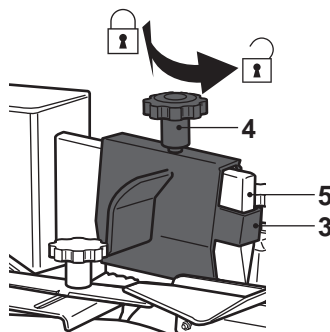

Fig. 8
- > Alignez le trou de l'adaptateur avec le trou en haut du coin, et verrouillez-le avec la poignée de fixation [4] (Fig. 8).